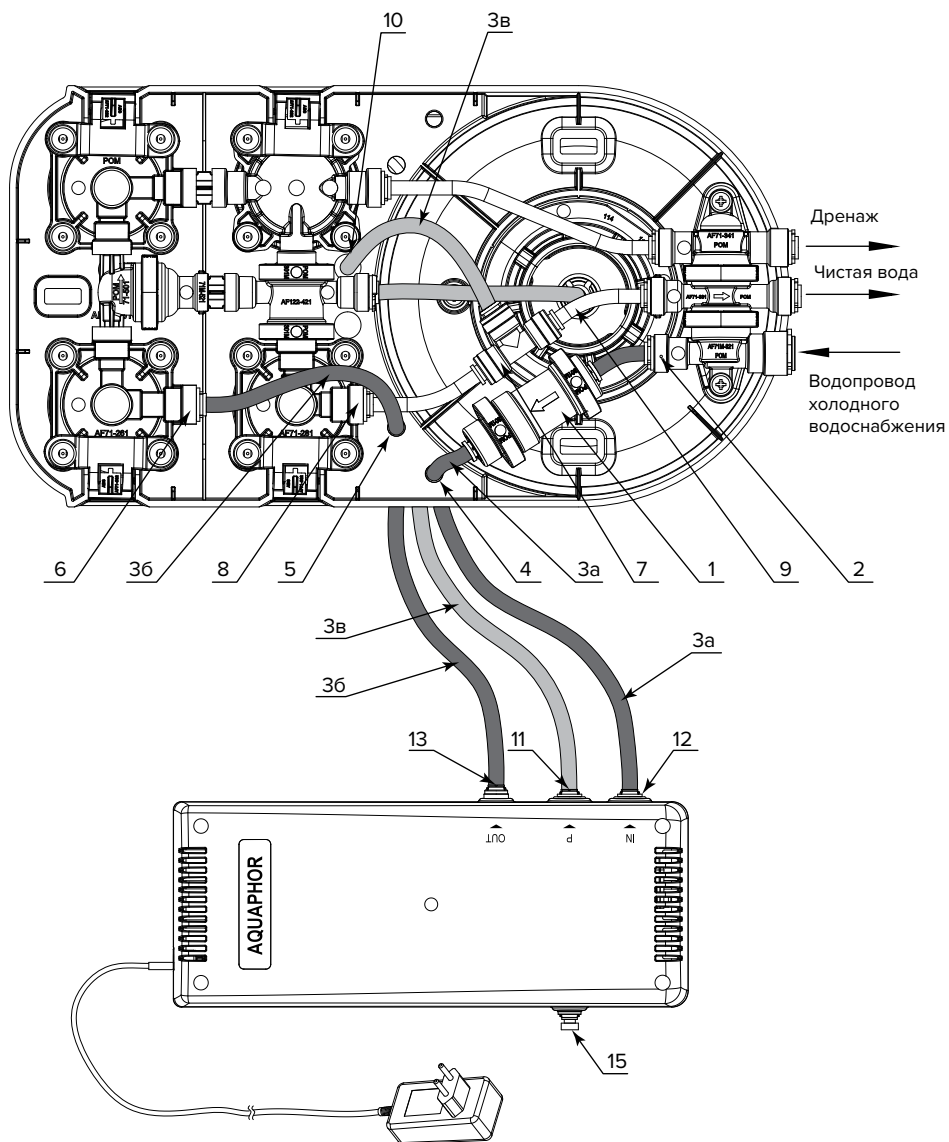

Рисунок 5. Схема подключения КПД
ПОДКЛЮЧЕНИЕ КПД К АВТОМАТУ ПИТЬЕВОЙ ВОДЫ АКВАФОР МОРИОН DWM-101S И DWM-101 (рис. 5)
- Установите в выходной штуцер реле высокого давления заглушку (15) (входит в комплект поставки КПД).
- Отсоедините трубку, входящую в комплект DWM, от штуцеров (2) и (6).
- Отсоедините трубку (9) от штуцера (8).
- Подключите собранный редуктор с трубкой (1), входящий в комплектацию КПД, к штуцеру (2). Убедитесь, что направление стрелки на корпусе редуктора соответствует показанному на рис. 5. После чего проденьте трубку JG (in) (3а) в технологическое отверстие (4) в консоли, подсоедините ее одним концом к свободному выходу редуктора (1), другим концом – к входному штуцеру (12) КПД.
- Трубку JG (out) (3б) проденьте в технологическое отверстие (5) в консоли затем, подсоедините ее одним концом к штуцеру (6) другим концом – к штуцеру (13) КПД.
- Подключите собранный тройник с трубкой (7), входящий в комплектацию КПД, к штуцеру (8). После чего трубку JG (9), входящую в схему DWM, подключите к тройнику (7), как показано на рис. 5. Один конец трубки JG (3в) (входит в комплектацию КПД), предварительно продев его в технологическое отверстие (10) в консоли, подключите к свободному выходу тройника (7). Второй конец трубки подключите к штуцеру (11).
- Закройте крышку DWM. Проверьте, установку заглушки (15) в одиночный штуцер КПД (рис. 5). Заглушка должна быть вставлена в штуцер до упора и зафиксирована клипсой (рис. 2а).